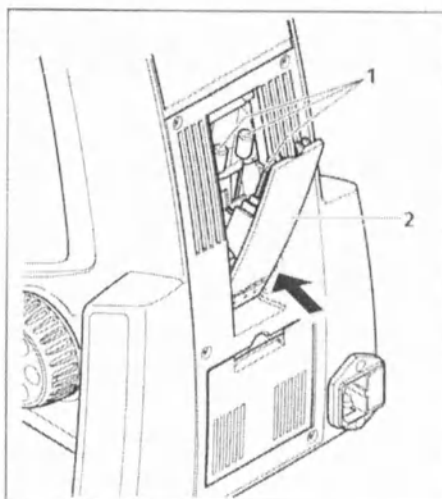

Рисунок 3-2. Положение инструментов в отсеке для их хранения
- Инструменты (рисунок 3-2/1), необходимые для установки и настройки микроскопа, расположены в отделении для хранения инструментов (рисунок 3-2/2) в задней части штатива. Нажмите на нижнюю часть створки для открытия.